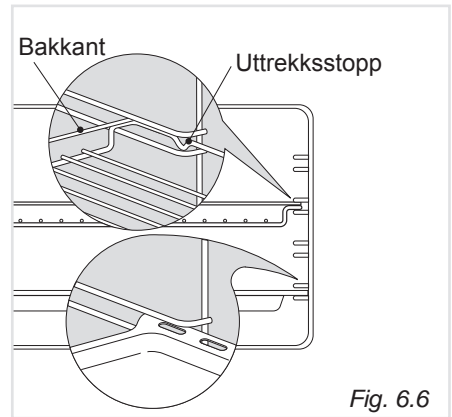

Fig. 6.6
- Bakeplate og grillrist skyves inn på skinnen (Fig. 6.6). Risten skal stoppe med uttreksstoppet på siden og med bakkanten bakerst i ovnen.